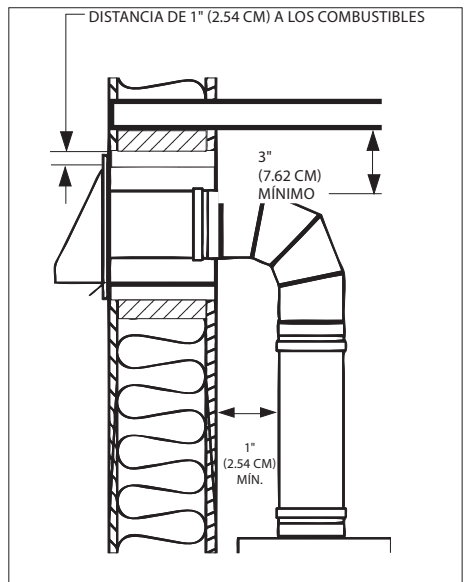

Figura 18
- Se deben mantener distancias adecuadas a combustibles en toda la longitud del sistema (consulte la **Figura 18**).